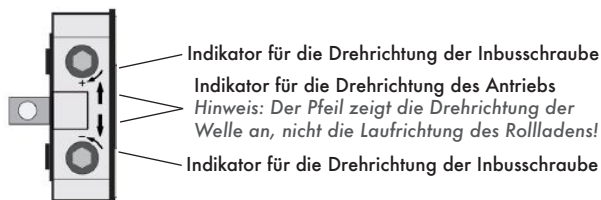

Abb. 5: Detailansicht Einstellschrauben am Motorkopf
- Bauen Sie den Antrieb gemäß Abb. 5 ein und schließen Sie ein Schaltgerät an. Befestigen Sie den Rollladen noch nicht an der Rollladenwelle!